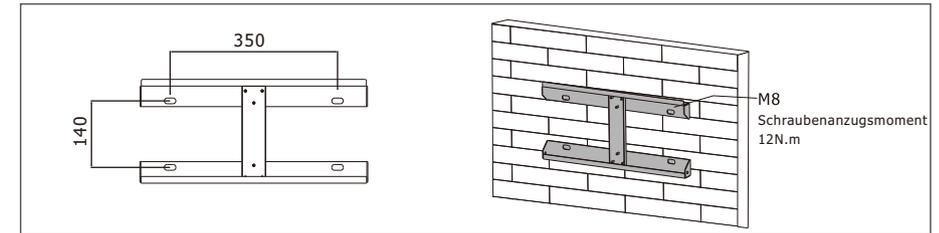

Abbildung 3.4-1 Installation der Wechselrichter-Aufhängeplatte
Schritt 1. Verwenden Sie die Montagehalterung als Vorlage, um 4 Löcher an den richtigen Positionen zu bohren (10mm im Durchmesser und 80mm tief). Verwenden Sie die M8-Expansionsbolzen aus dem Zubehörkasten und befestigen Sie die Halterung mit einem 12mm-Bohrer fest an der Wand. Die Installation der Wechselrichterstütze ist in Abbildung 3.4-1 dargestellt.